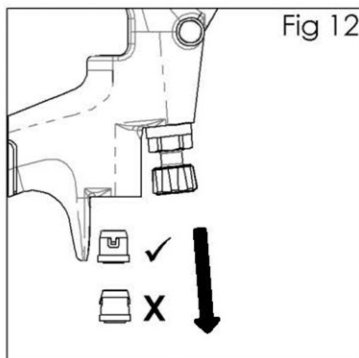

Fig 12
10. Ponga la pistola hacia abajo para que caiga el sello. (Ver Fig. 12).